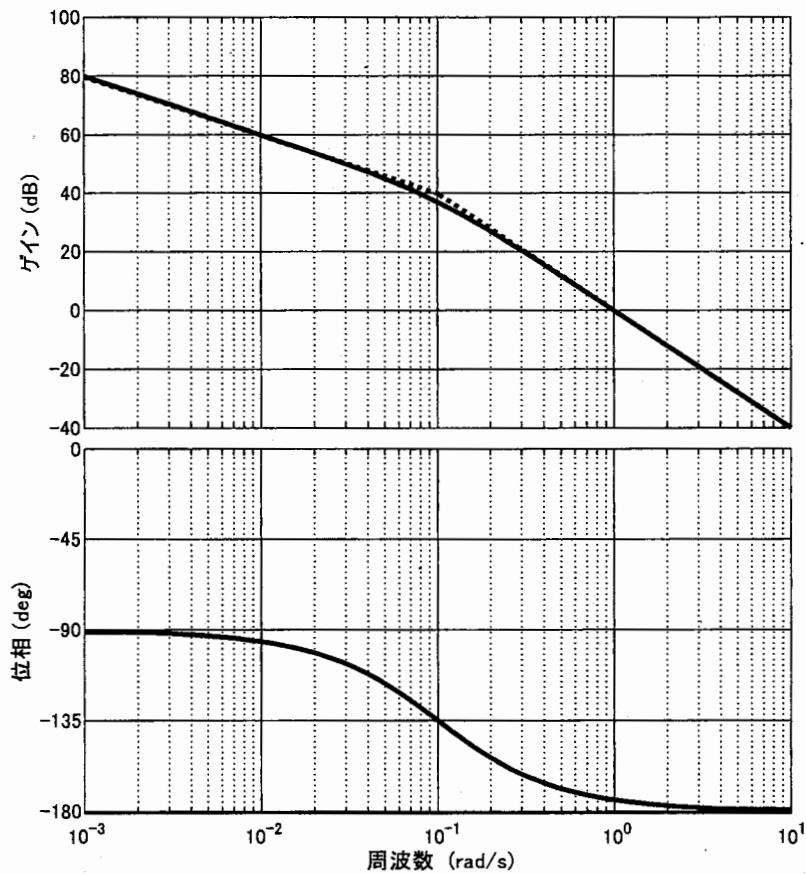

図 2-2: ボード線図
- (2) 問 (1) の $G(s)$ の周波数応答を測定したところ、図 2-2 のようなボード線図を得た。ゲイン線図には折れ線近似の直線も点線でプロットしてある。これより、